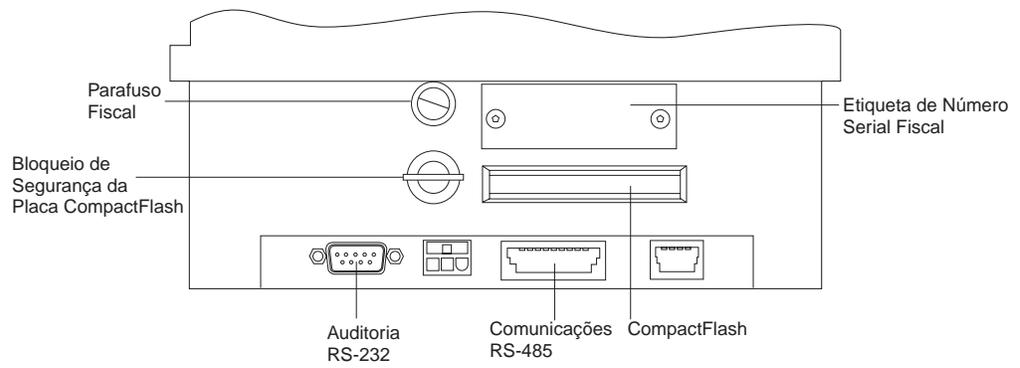
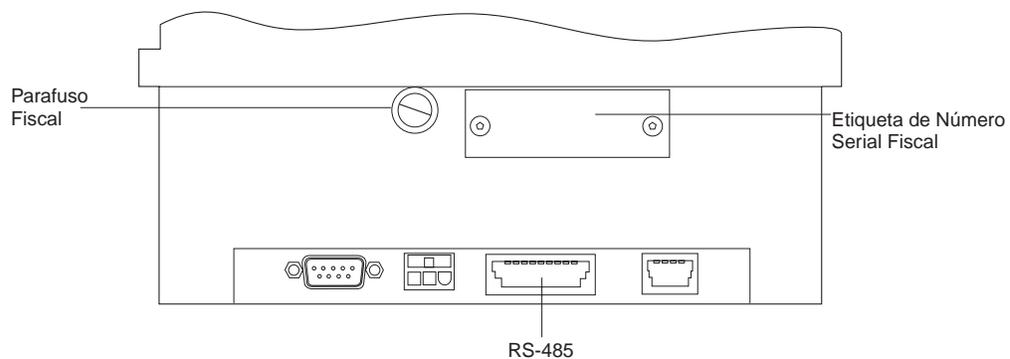

Figura 6. Conectores do cabo traseiro do modelo KRx (exceto KR4)
Figura 12. Conectores do Cabo Traseiro do Modelo KS4
2. Conecte o cabo de comunicação à porta correta. Consulte da Figura 6 na página 16 à Figura 12 na página 18 para sua impressora específica.